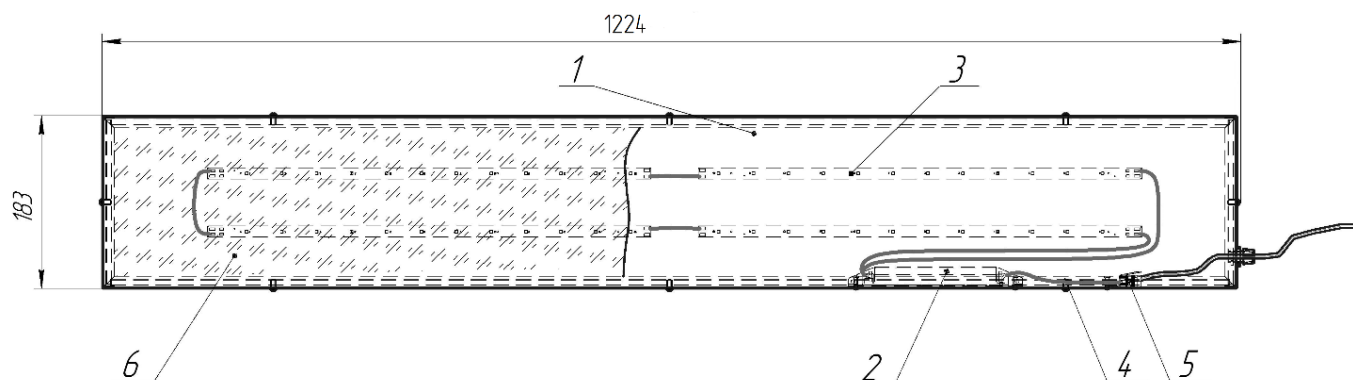

Рисунок 1 – Конструкция светильника
4. Подвести сетевые провода к колодке, подключить провода от светильника к клеммной колодке. Для подключения светильника к электрической сети необходимо подключить сетевой электропитающий кабель к электрическому кабелю светильника (см. рис. 1), соблюдая требования по цветовому подключению проводов: земля – желто-зеленый провод; фаза – коричневый (или иного цвета); ноль – синий.